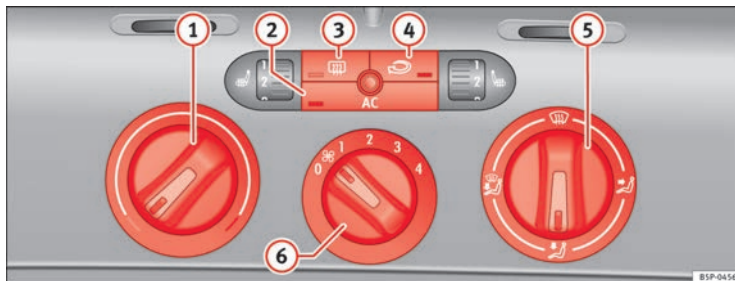

Fig. 130 Mandos del Climatic en el tablero de instrumentos
- Gire el regulador de la temperatura ⇒ fig. 130 (1) hacia la derecha hasta alcanzar el grado de calefacción deseado.